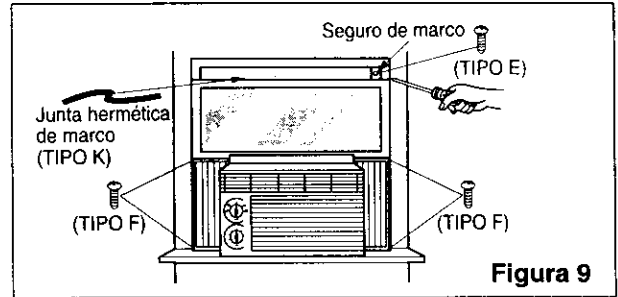

Figura 9
Extienda los paneles deslizantes para cubrir la abertura de la ventana usando cuatro tornillos (TIPO F) para fijarlos firmemente en posición, como se muestra en la Figura 9.
- Corte la junta hermética del marco para que tenga el mismo ancho de la ventana. Meta la junta hermética de marco entre el vidrio y la ventana para impedir que el aire y los insectos entren en la habitación, como se muestra en la Figura 9.
- Atornille el seguro de marco usando un tornillo TIPO E, como se muestra en la Figura 9.